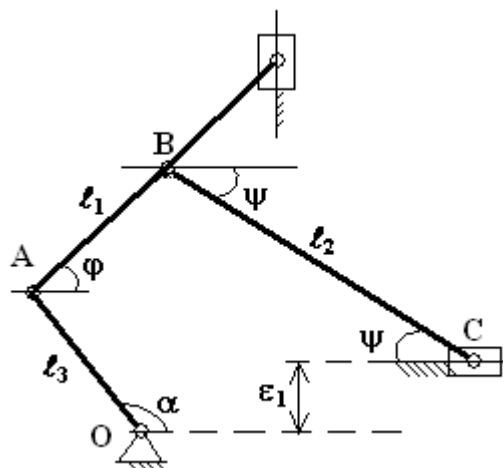

Рис.15
В более общем случае тока А может быть подвижной, например, она может располагаться на шатуне другого кривошипно-шатунного механизма. Тогда соотношение (2) принимает вид см. рис. 15.